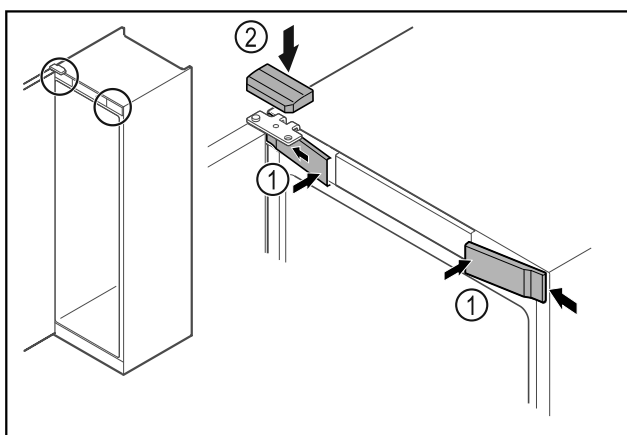

Fig. 47 *
- Закачете предните капаци Fig. 47 (1) отстрани и фиксирайте.*
- Фиксирайте горния капак Fig. 47 (2) отгоре.*